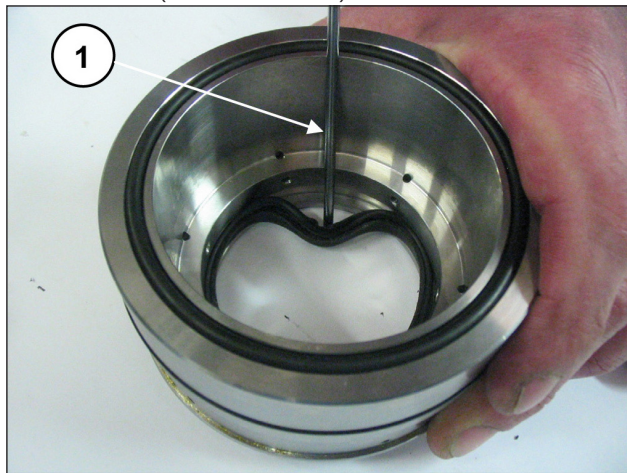

图 195
要拆除低压密封圈，必须使用厚度计或不会损坏密封圈底座底部的工具（位置①，图195）。